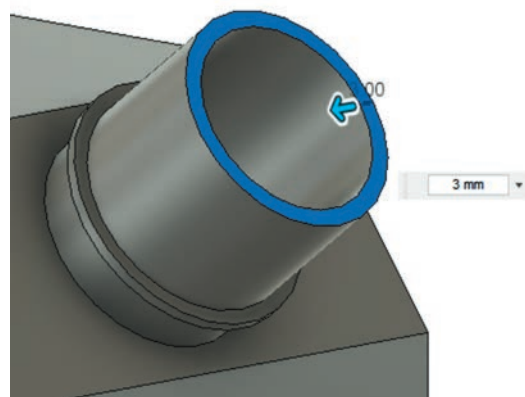

Рис. 46. Создание оболочки
2.19. Зададим толщину оболочки равной 3 мм (рис. 46).